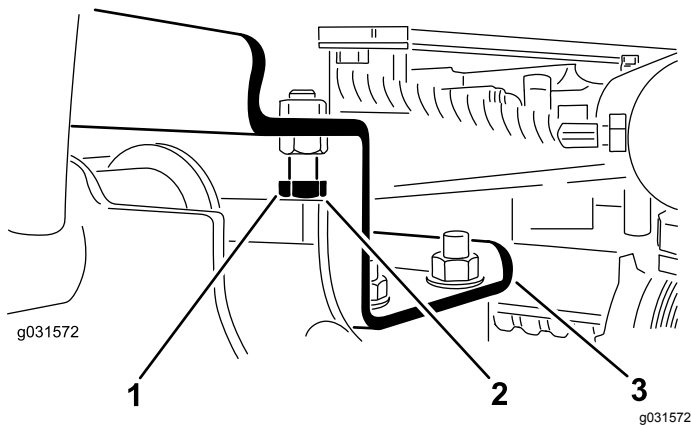

Рисунок 11
- A. Ослабьте затяжку упорных болтов (Рисунок 11).
2. Убедитесь, что зазор между каждым подъемным рычагом и фиксирующим болтом составляет от 0,13 до 1,02 мм, как показано на Рисунок 11.